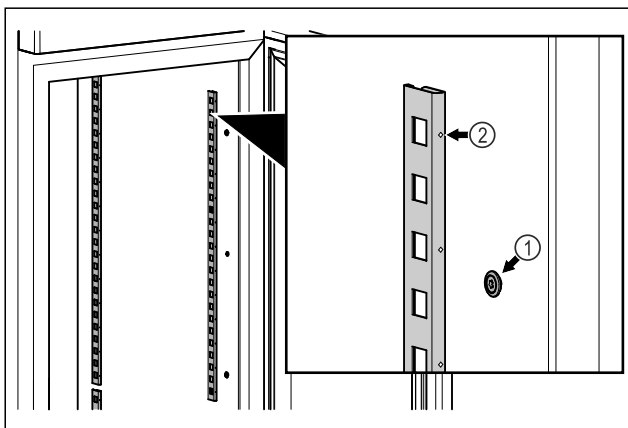

Fig. 17 Példaként szolgáló ábrázolás
- ▶ Akassza be a rögzítőléceket a felfüggesztésbe Fig. 17 (1). A jelölésnek Fig. 17 (2) előrefelé kell néznie.